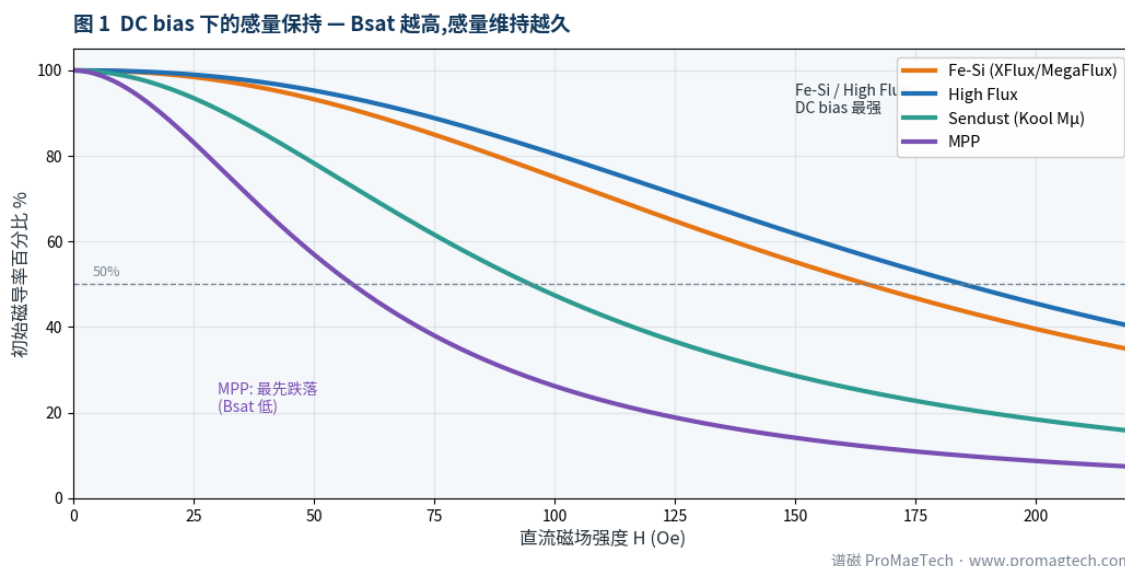
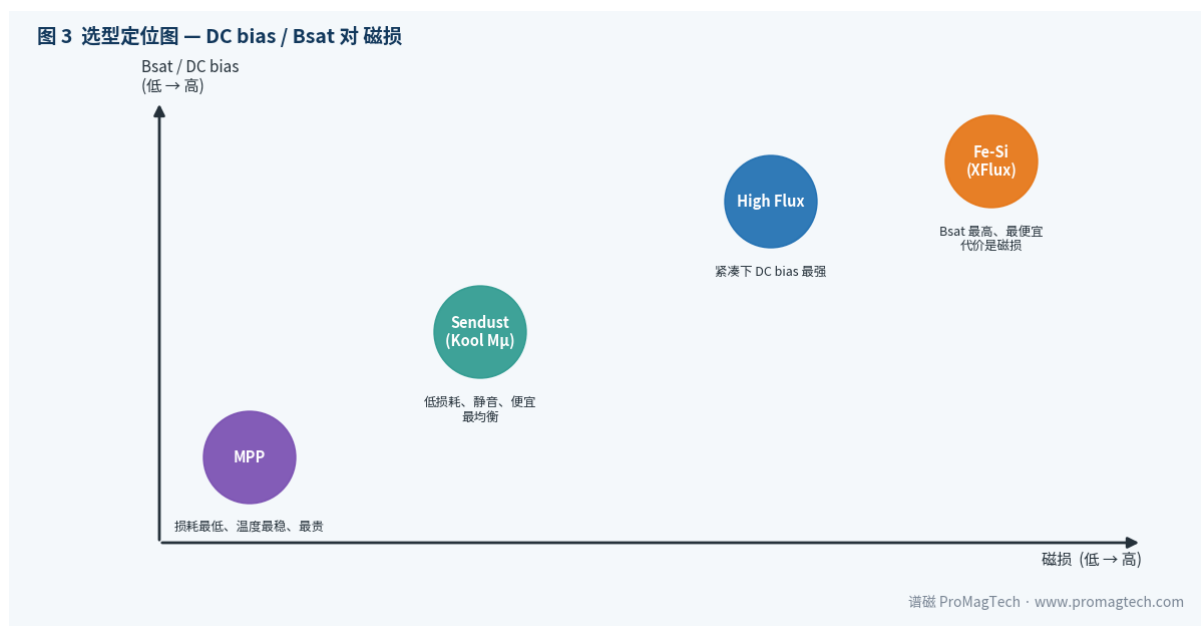

图 1 — DC bias 下的感量保持:Bsat 越高维持越久(示意曲线,以 datasheet 为准)。
图 3 — 磁粉芯选型定位图:DC bias / Bsat 对 磁损。
- ① **定需求:**感量 L、额定/峰值电流 I(dc/pk)、纹波 ΔI 、开关频率 f_s 、温升与尺寸限制。
- ② **算储能、定磁芯尺寸:**按储能 E 选磁芯(能量密度决定体积)。
- ③ **选材料 + 磁导率 μ :**按 DC bias 需求(图1)与损耗需求(图3)选四材料之一及 μ 。
- ④ **算匝数 N:**用“偏置后的 AL”而非初始 AL,避免大电流下感量不足。
- ⑤ 校核 DC bias: 算工作点 H, 查曲线得剩余磁导率百分比, 反推实际感量是否达标。
- ⑥ 校核磁损: 用材料损耗曲线/Steinmetz 在工作 ΔB 、 f_s 下估磁损。
- ⑦ 校核温升: 铜损 + 磁损 $\rightarrow$ 除以散热面积 $\rightarrow$ 估 ΔT , 超限则回到 ②/③。
- ⑧ 迭代: 任一项不过, 调尺寸/材料/ μ /匝数, 重算。